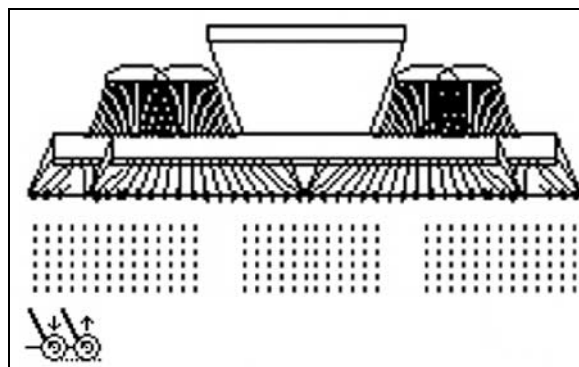

Рис. 64
1.  Выберите установку давления сошников/загортачей (Рис. 64).